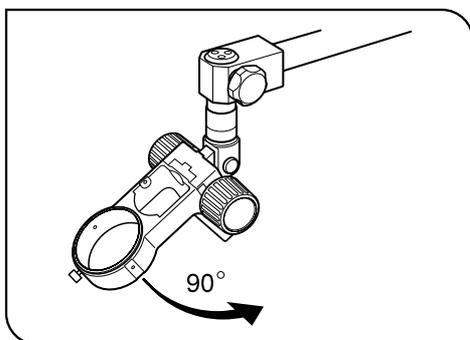

図 11
6) ボンダアームの角度調節ねじをゆるめるとボンダアームの角度を変えることができます。(図11)